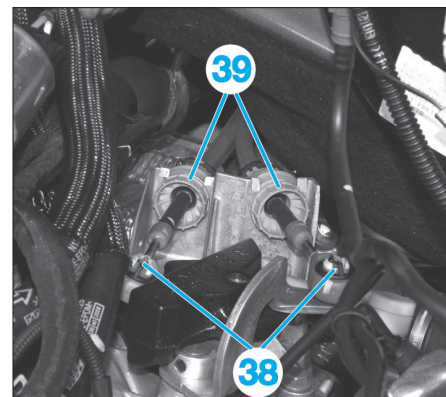

Fig. 87
- Désaccoupler les câbles de commande des vitesses (38) (Fig.87).
- Déverrouiller les gaines de commande de vitesses en tournant les bagues (39).